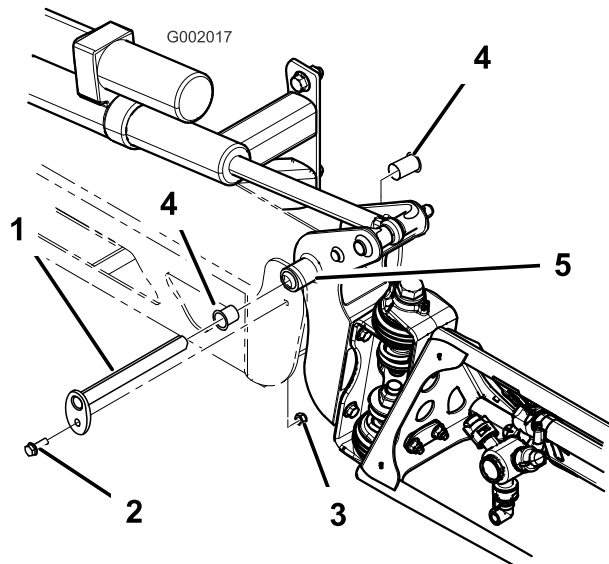

図 73
- ブームを支えておきながら、ピボット・ピンをブーム・アセンブリに固定しているボルトとナットを取り外す(図 73)。ピボット・ピンを取り外す。
- ナイロン・ブッシュを取り外し、ピボット・ブラケットの前面および後面側から見て点検する(図 73)。磨耗したり破損したりしている場合は交換する。
- センター・フレームにブーム&ピボット・ブラケット・アセンブリを取り付け、開口部を整列させる(図 73)。